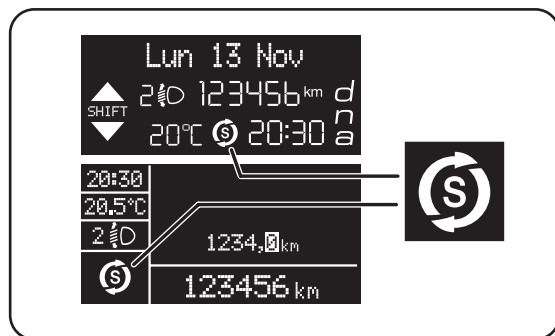

fig. 71
**Note** L'arrêt automatique du moteur ne s'active que si le véhicule atteint une vitesse d'au moins 10 km/h, ceci afin d'éviter que le moteur ne s'éteigne sans cesse lorsque le véhicule roule au pas. L'arrêt du moteur est signalé par l'affichage sur le display du symbole  fig. 71.